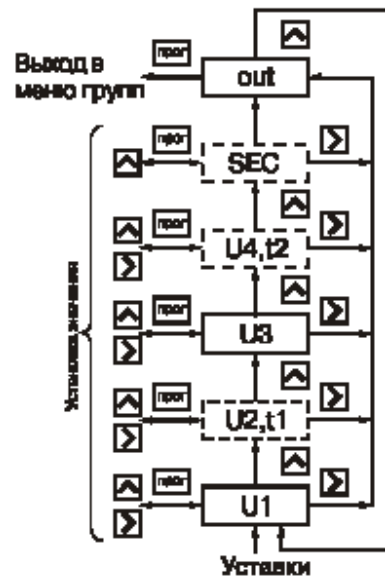

Рис. 3
6.1.6. Группа "GrouP_A" (рис. 3) содержит уставки логических устройств **U1**, **U2(t1)**, **U3** и **U4(t2)**. Положение десятичной точки в параметрах **U1**, **U2**, **U3** и **U4** определяется её положением в параметре **F**.